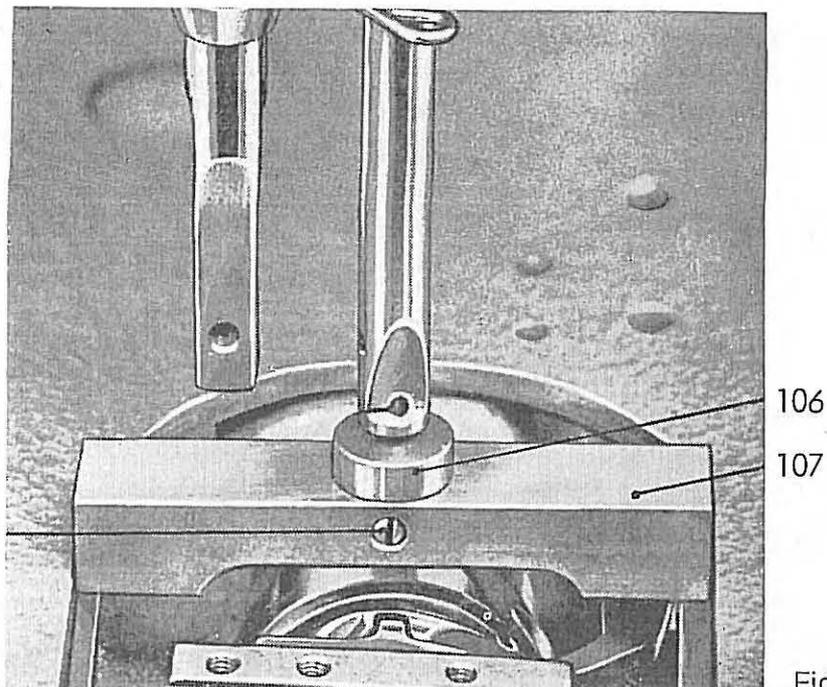

Fig. 18
Pour procéder au réglage précis de la barre à aiguille, se servir de la jauge de réglage spéciale (No. de réf. 2161065), se composant du pontet 107 (fig. 18) (No. de réf. 2161066) avec ses trois goupilles de réglage 106.
1. Placer la goupille-butée 106 (fig. 18) qui correspond au système d'aiguille employé dans le pontet 107 de la jauge.